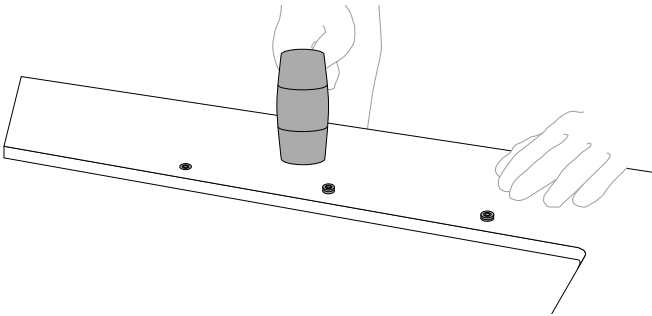

fig. 4
Dopo aver inserito la boccola nel foro si può procedere ad un suo fissaggio completo mediante l'utilizzo di un martello di gomma (fig. 4).
- Si può procedere alla stesura del collante sulle superfici da accoppiare (fig. 4).